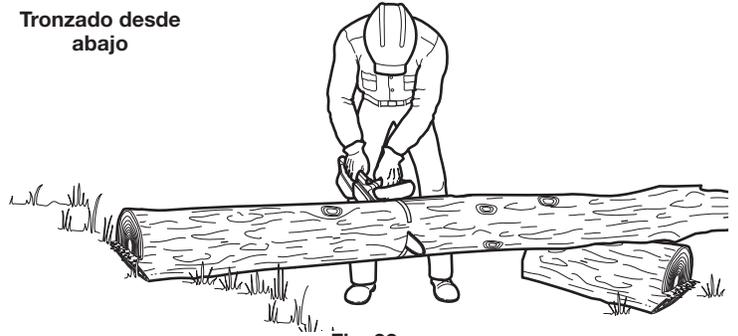

Fig. 22
1. Comience a cortar el tronco desde abajo, con la parte superior de la cadena de la sierra contra la parte inferior del tronco (Fig. 22).